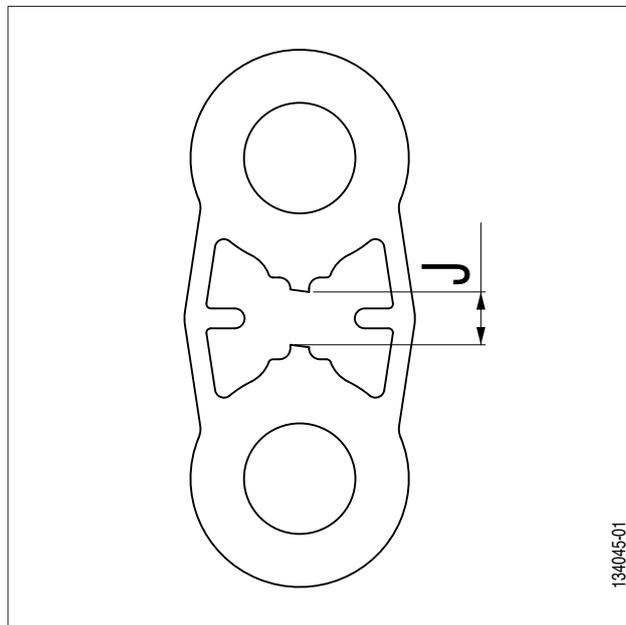
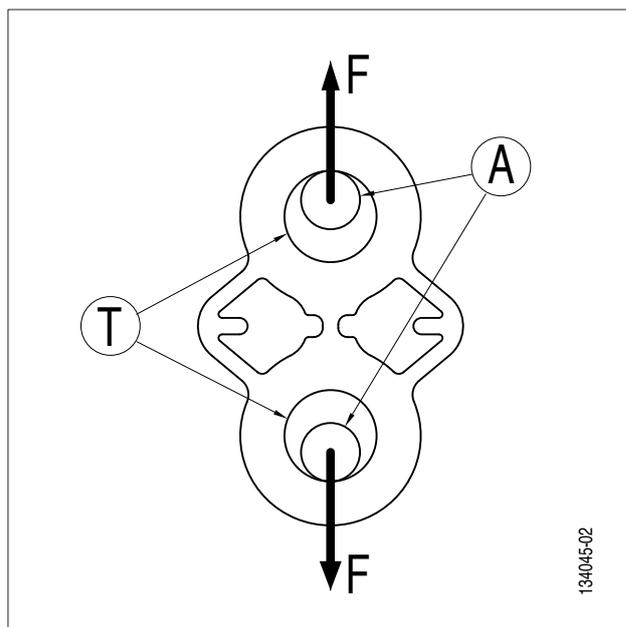
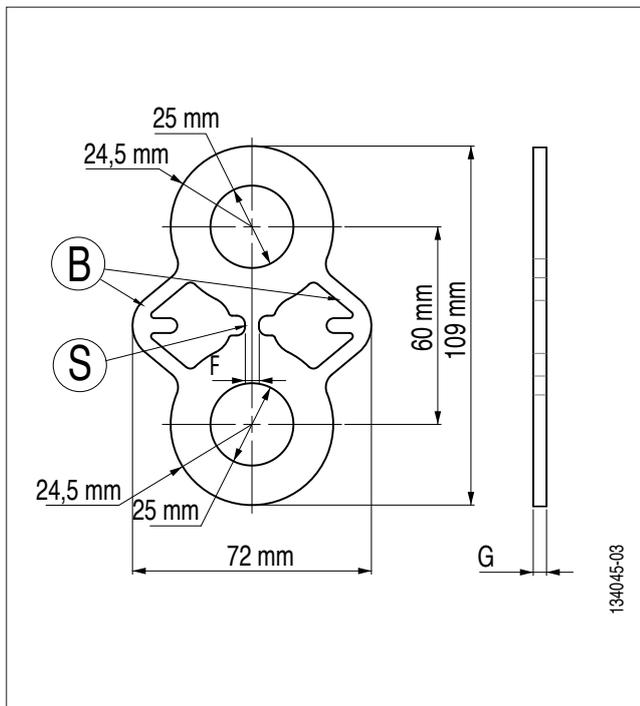
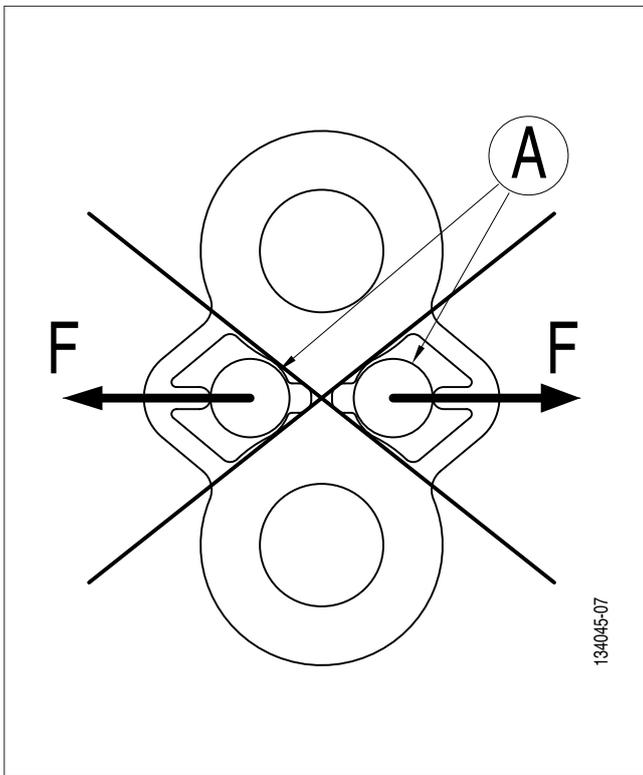

Fig. 1
Fig. 2
Fig. 3
Fig. 5
La charge de test est atteinte par la rupture de la section centrale de la plaquette (fig. 3 page 4, repère S). Une paire de bras de retenue (fig. 3 page 4, repère B) permet de garantir le maintien de la ligne de mise en charge après rupture de la section indicatrice 'S'.
Une gamme complète des plaquettes de test TA a été développée en vue de tester en traction les points d'ancrage. Les trous d'accrochage (fig. 2, repère T) des plaquettes sont dimensionnés en vue de recevoir des manilles lyre de haute résistance. Les différentes références de plaquettes de test TA sont réalisées en acier inoxydable de même nuance en vue de garantir la rupture de la section (fig. 3, page 4, repère S) avec une précision de +/- 10% par rapport à la charge de rupture CR indiquée sur la plaquette (chapitre "11 Marquages"). Les bras de retenue (fig. 3, page 4, repère B) sont dimensionnés en vue de garantir une résistance mécanique d'au minimum la charge de rupture CR indiquée sur la plaquette.
- Mise en charge de la plaquette de test TA (fig. 2).
- A la charge de rupture CR indiquée sur la plaquette (chapitre "11 Marquages") rupture de la section S (fig. 3, page 4, repère S).
→ Allongement de la plaquette et apparition d'un jeu 'J' entre les deux demi-parties haute et basse de la plaquette de test TA (fig. 1, jeu J).
DANGER : Si l'opérateur remet en charge la plaquette après rupture de la section 'S', il y a risque de rupture des bras de retenue (fig. 3, page 4, repère B) et chute de l'appareil de mise en charge. Le jeu 'J' maximum (fig. 1, jeu J) ne doit pas dépasser 15 mm.
! DANGER : Il est strictement interdit d'accrocher les axes de manille aux bras de retenue (fig. 5, page 5).
- 2) Vérifier que la plaquette de test à rupture TA est correctement amarrée (fig. 2, page 3 et fig. 5, page 5).
6. D'amarrer la plaquette de test TA par ses bras de retenue (cf. fig. 5 page 5).